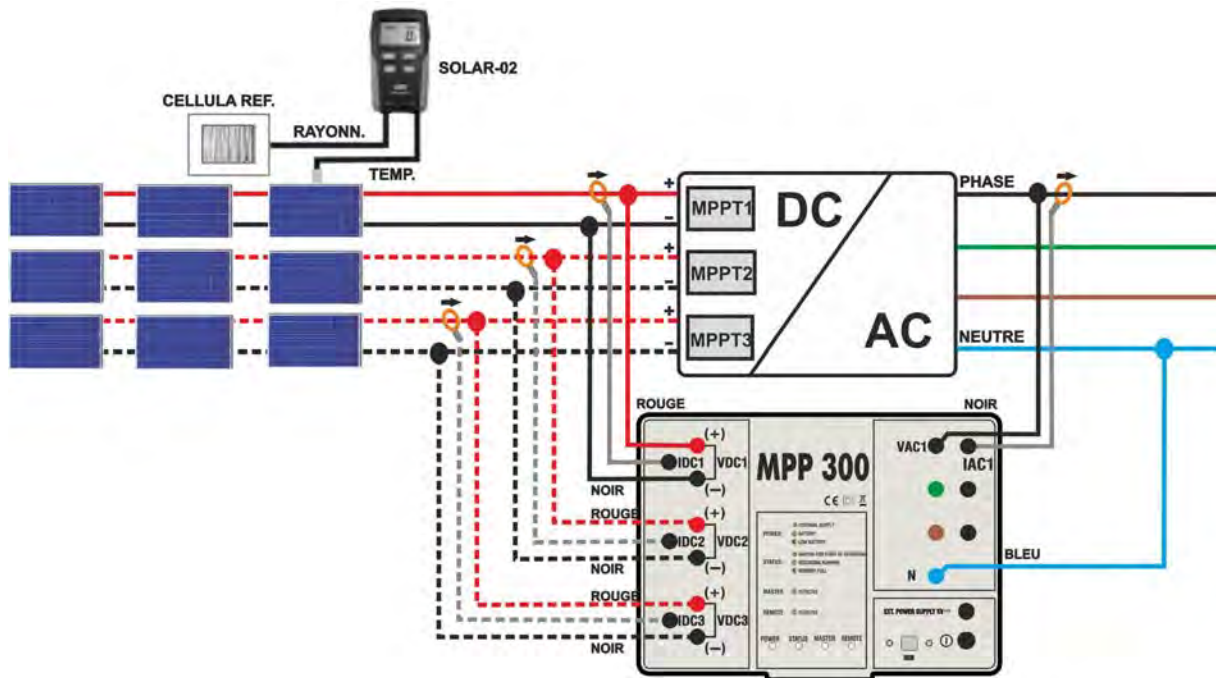
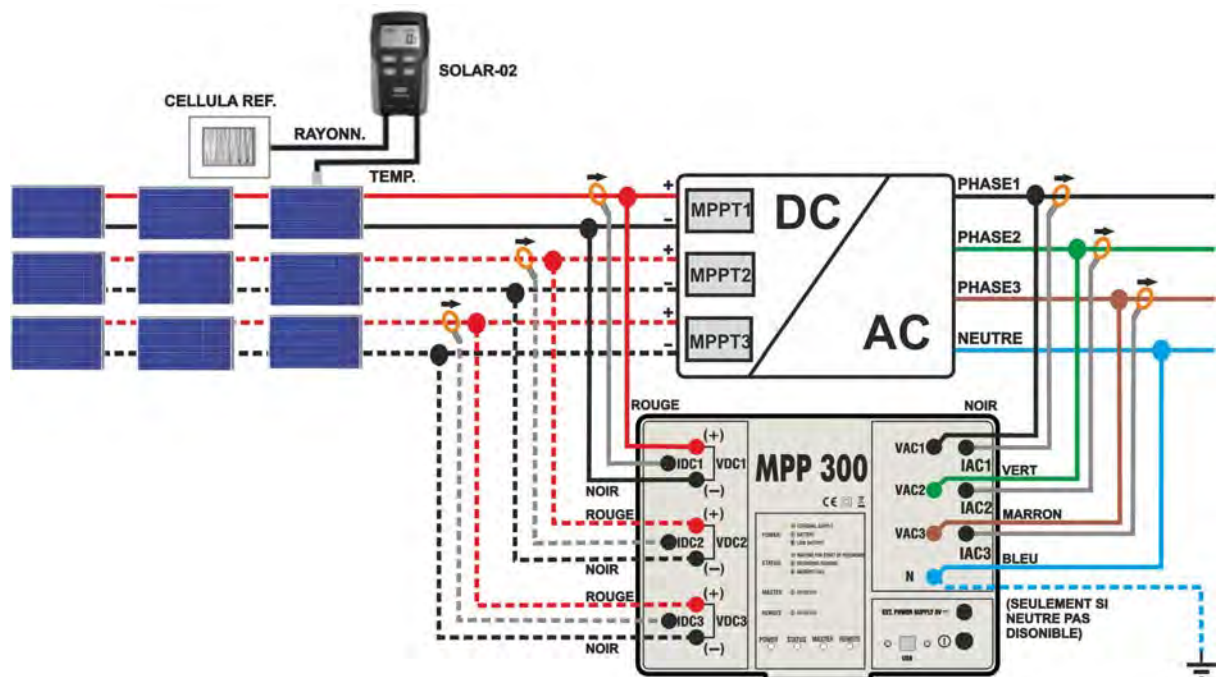

Fig. 163 : Connexion du MPP300 pour essai d'une installation PV Monophasée
Fig. 164 : Connexion du MPP300 pour essai d'une installation PV Triphasée
7. Connecter les entrées **VDC1(+)** et **VDC1(-)** de l'unité **MPP300** aux bornes de sortie de la chaîne en respectant les polarités et les couleurs indiquées à la Fig. 163 ou la Fig. 164.
10. Insérer la pince de courant DC sur le conducteur positif de sortie de la chaîne **en respectant la direction de la flèche** se trouvant sur la pince même comme il est indiqué à la Fig. 163 ou à la Fig. 164. Placer le toroïde de la pince le plus loin possible de l'inverseur et du conducteur négatif de sortie de la chaîne même.
12. Connecter les entrées **VAC1** et **N** de l'unité **MPP300** respectivement aux conducteurs de Phase et Neutre en respectant les polarités et les couleurs indiquées à la Fig. 163 ou la Fig. 164. En cas d'installations triphasées où le conducteur de Neutre n'est pas disponible, connecter l'entrée **N** à la Terre.
14. Connecter la pince AC sur le conducteur de Phase L1 **en respectant la direction de la flèche** se trouvant sur la pince même comme il est indiqué à la Fig. 163 et la Fig. 164. Placer le toroïde de la pince le plus loin possible de l'inverseur et du conducteur Neutre. Connecter la sortie de la pince à l'entrée **IAC1** du MPP300.